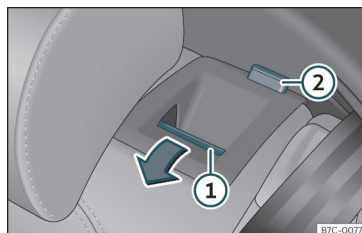

Abb. 106 Rücksitz: Rückenlehne vorklappen.
- Entriegelungstaste »» **Abb. 106** ① nach vorn ziehen und gleichzeitig die Rückenlehne umklappen. Die Rücksitzlehne ist entriegelt, wenn die rote Markierung des Tasters ② sichtbar ist.
Die Rücksitzlehne ist entriegelt, wenn die rote Markierung des Tasters »» **Abb. 106** ② sichtbar ist.